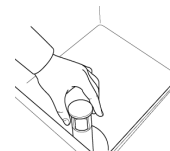

Fig.39
- 2- Aprire la porta, rimuovere il troppopieno e chiudere la porta. (Fig.39)